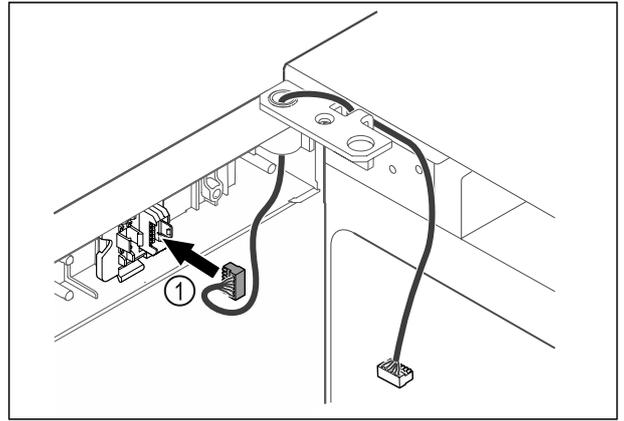

Fig. 62
- ▶ Stecker Fig. 62 (1) in Steckerhalterung einstecken.